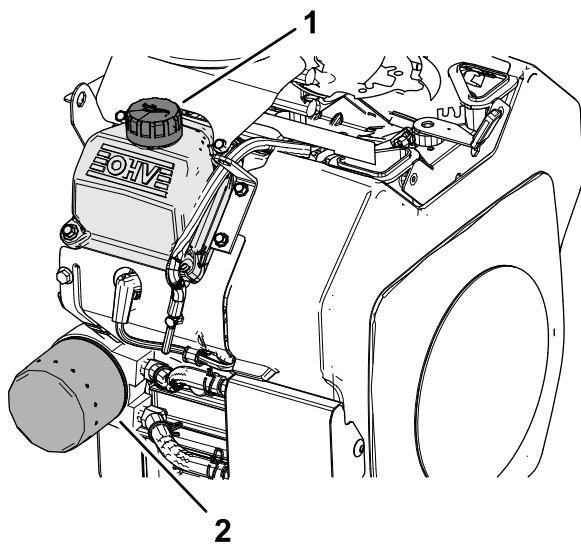

Рисунок 33
2. Снимите старый фильтр и протрите поверхность прокладки переходника фильтра (Рисунок 33).
3. Нанесите тонкий слой свежего масла на резиновую прокладку нового фильтра (Рисунок 33).
5. Снимите крышку маслозаливной горловины (Рисунок 33) и долейте 2 литра масла указанного типа в двигатель; см. Характеристики моторного масла \(страница 31\) и Замена масла \(страница 32\).